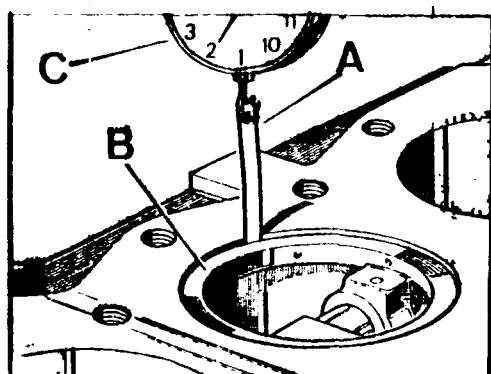

Fig. A1-104 Comprobación del juego del pistón
- 2.1. En el caso de que quiera comprobarse el juego entre pistón y cilindro, introducir una galga, A (Fig. A1-104) 0,11/0,13 mm. de espesor, a lo largo del lado derecho del cilindro y seguidamente introducir el pistón correspondiente al cilindro en posición invertida, B, de tal manera que el eje del bulón quede paralelo al eje del motor. Introducir el pistón hasta que la falda ocupe la posición del segmento superior. Conectar un dinamómetro al orificio de la galga y sujetando el pistón proceder a la extracción de la galga, debiendo ofrecer una resistencia de 0,5 a 2 kgs.